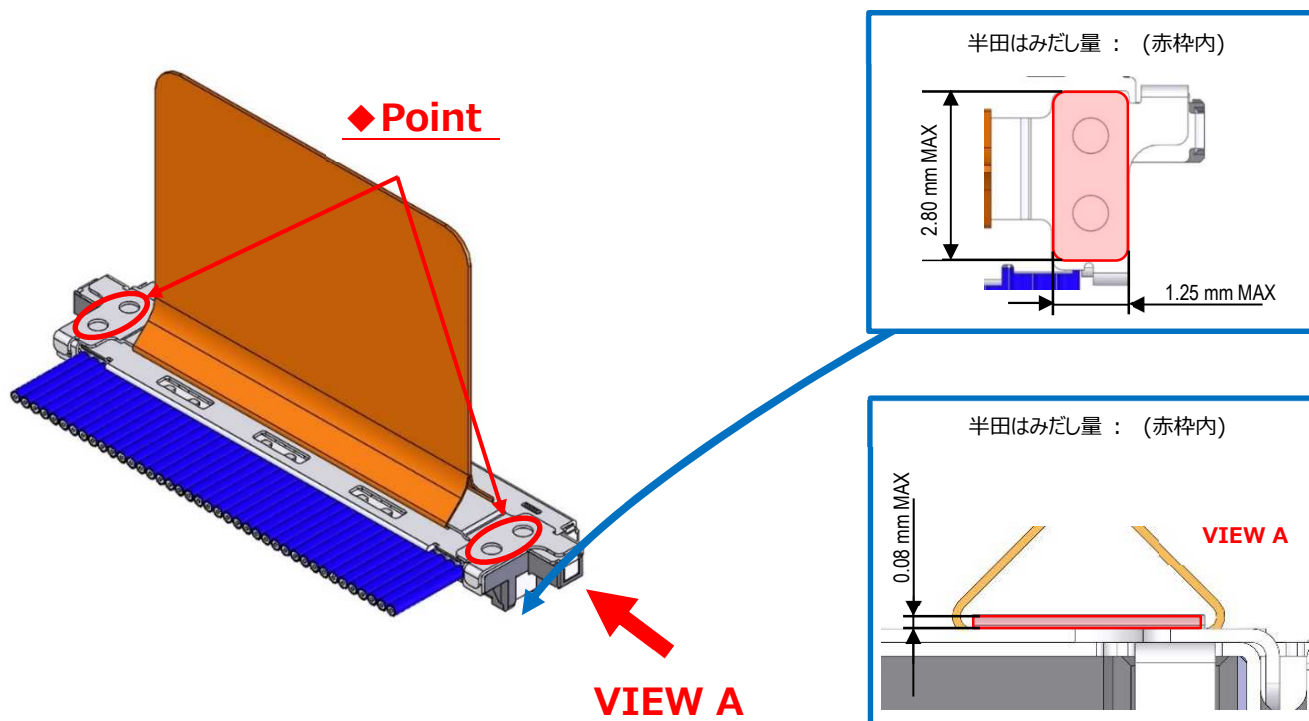

図.13 PULL TAPE HOLDER 半田付け
- ③ PULL TAPE HOLDERと SHELL-A を半田コテにて半田付けする。(図.13◆部)